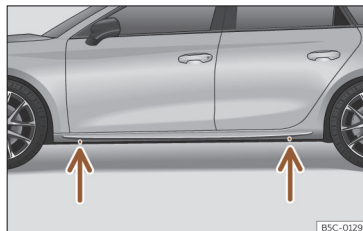

Fig. 245 Pontos de apoio do macaco.
- Procure na longarina a marca do ponto de apoio do macaco (zona afundada) mais próximo da roda a substituir >>> **Fig. 245.**